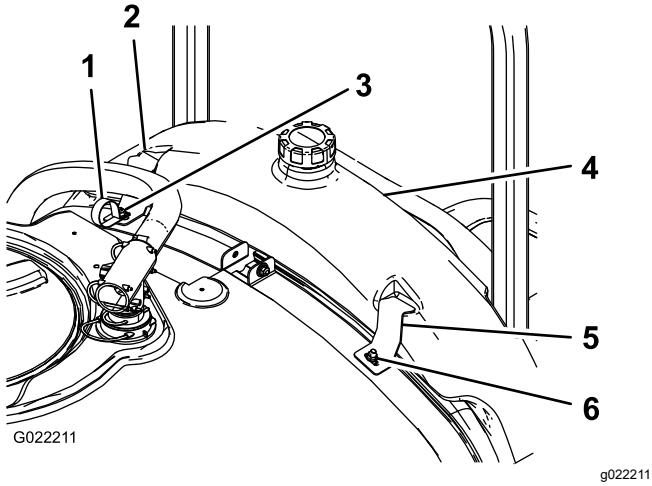

Figura 2
2. Montate il serbatoio di lavaggio come illustrato in Figura 2.
3. Utilizzando 2 rondelle grandi e 2 dadi flangiati montate le staffe del serbatoio di lavaggio e la fascetta fermacavi a R sui bulloni a testa tonda montati in precedenza (Figura 2).